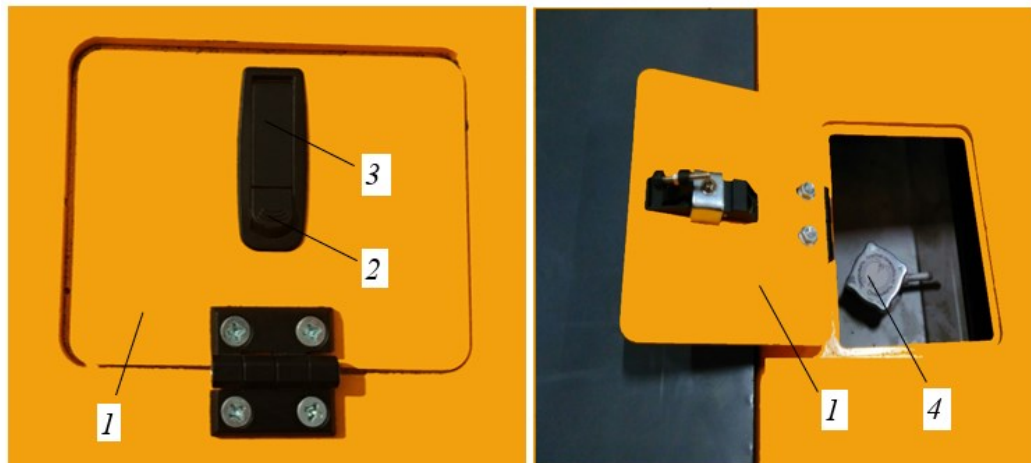

Рисунок 5.61. Лючок в лобовине рамы
- ▶ Открыть крышку лючка в лобовине рамы см. рис. 5.61.
Для открытия лючка необходимо нажать на фиксатор замка 2, поднять вверх до упора замок крышки лючка 3, открыть крышку лючка 1, как показано на рис. 5.61 справа.
- ▶ Осторожно, приоткрыть крышку наливной горловины 4, рис. 5.61, повернув ее против направления часовой стрелки.
- ▶ Открыть крышку наливной горловины 4, рис. 5.61.
- ▶ Снять крышку наливной горловины 4, рис. 5.61.
- ▶ Закрывать крышку наливной горловины 4, рис. 5.61;
- ▶ Закрывать крышку наливной горловины поз. 4, рис. 5.61.